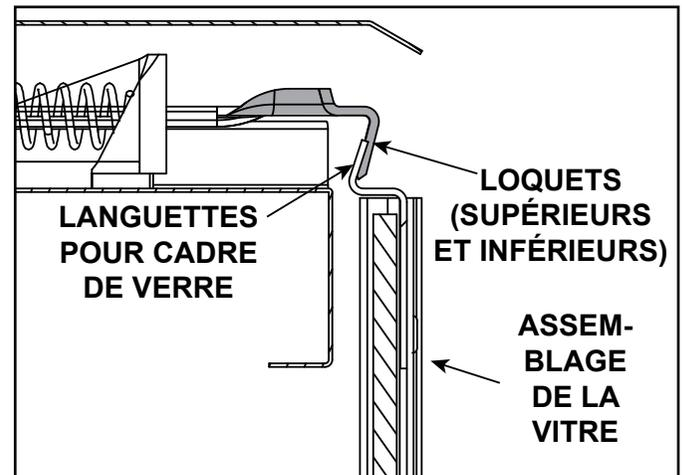

Figure 11.3 Assemblage de la vitre fixe
- Sortez les quatre verrous du panneau de verre fixe hors des languettes du cadre. Enlevez l'assemblage de la vitre fixe de l'appareil. Voir la figure 11.3.